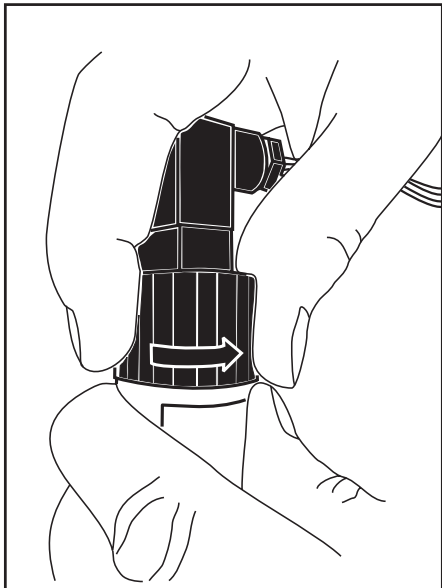
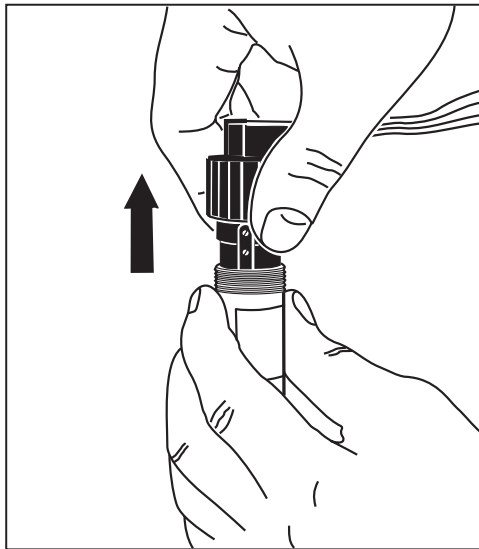

Рис. 5
Рис. 8
- отвернуть крышку преобразователя, как показано на рис. 5;
Корректировка диапазона производится в следующем порядке. Для доступа к корректору диапазона преобразователя необходимо отвернуть крышку преобразователя (см. рис. 5). Осторожно потянуть вверх за обойму (рис. 8) до появления в окне винта второго подстроечного резистора – корректора диапазона, расположенного под корректором нуля.